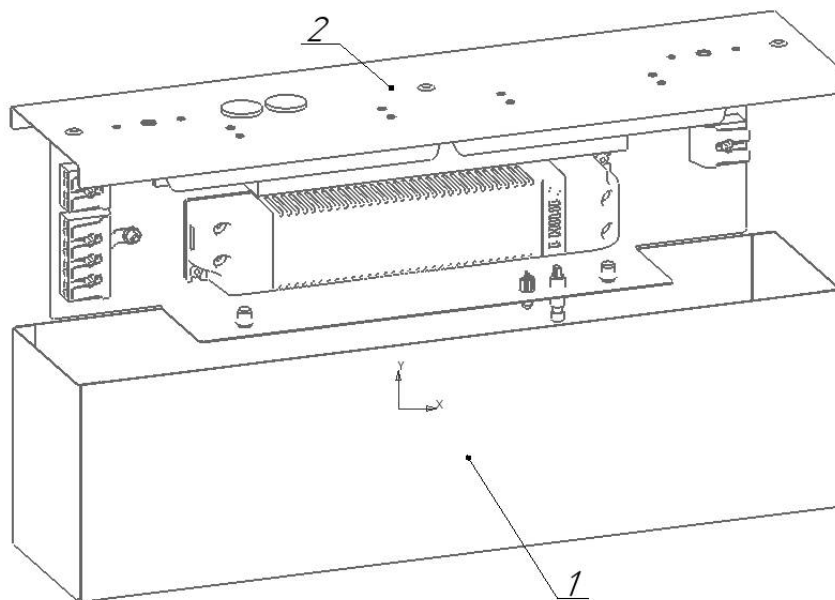

Рисунок 6 - Схема установки отсека источника питания
5.3.5. Снимите крышку отсека источника питания и БАП, открутив 2 винта (см. рисунок 6).